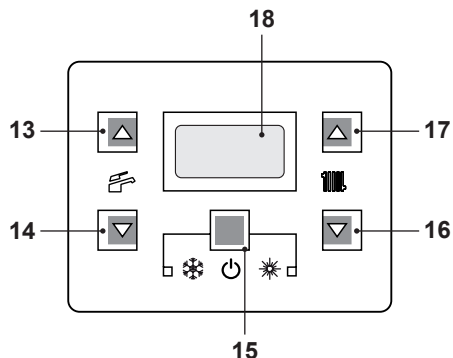
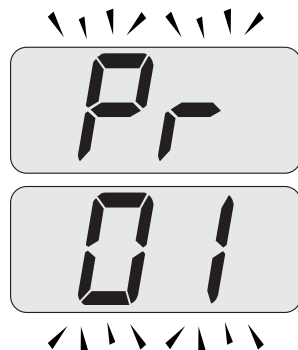
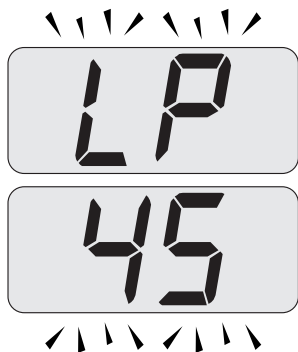

Figura 7.2
Figura 7.3
Figura 7.4
- Entrare in "modalità programmazione" premendo contemporaneamente per 10 secondi i tasti 15 - 16 - 17 (Figura 7.2) fino a far apparire sul display LCD le lettere **Pr** che si alternano con il codice **01**, indicanti l'entrata nel "parametro 01" (Figura 7.3).
- Premere contemporaneamente i tasti 16 e 17 (Figura 7.2) fino a far apparire sul display LCD le lettere **LP** che si alternano con il valore di temperatura dell'acqua di riscaldamento (es.45), indicanti l'entrata nell'attivazione della "funzione spazzacamina" alla potenza minima (Figura 7.4).
- Premere il tasto 16 (Figura 7.2) fino a far apparire sul display LCD le lettere **LP** che si alternano con il valore di temperatura dell'acqua di riscaldamento (es.**60**), indicanti l'entrata nell'attivazione della "funzione spazzacamino" alla potenza minima in sanitario (Figura 7.7).
- Spegnere la caldaia tenendo premuto per 2 secondi il tasto 15 (Figura 7.2) fino a far apparire sul display LCD il simbolo  (Figura 7.8).